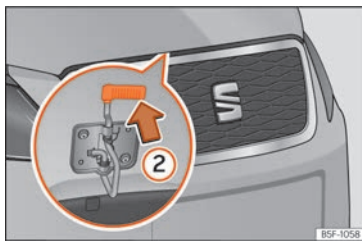

Fig. 14 Leva bajo el capó.
- Para levantar el capó haga presión hacia arriba sobre el saliente situado debajo del capó »» fig. 14 ②. El gancho de sujeción queda desbloqueado.